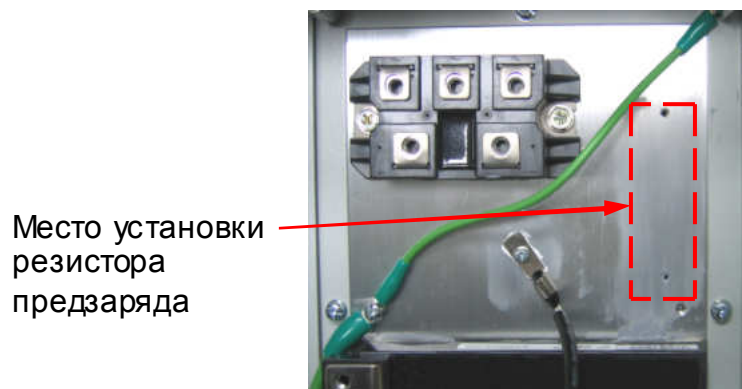

Рис.7.8
7.5.1. Протереть, бумажной салфеткой, смоченной СБС, место установки на радиаторе ПЧ **резистора предзаряда** (рис.7.8).